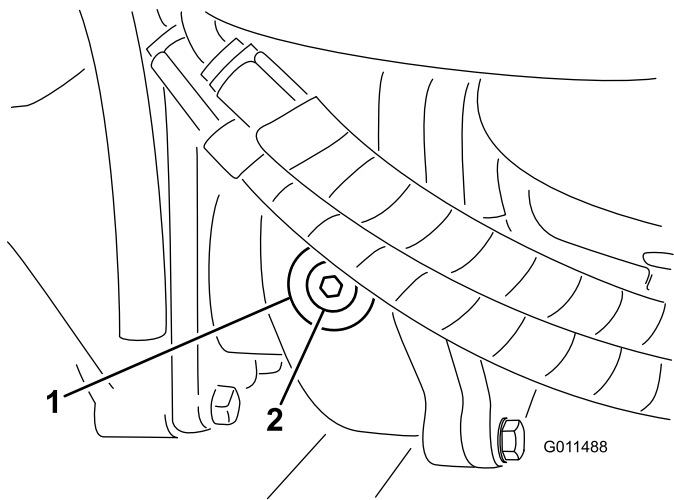

図 87
2. ギアボックスの左側から点検・補給用プラグを抜き、穴の高さまで潤滑油があることを確認する 図 87。